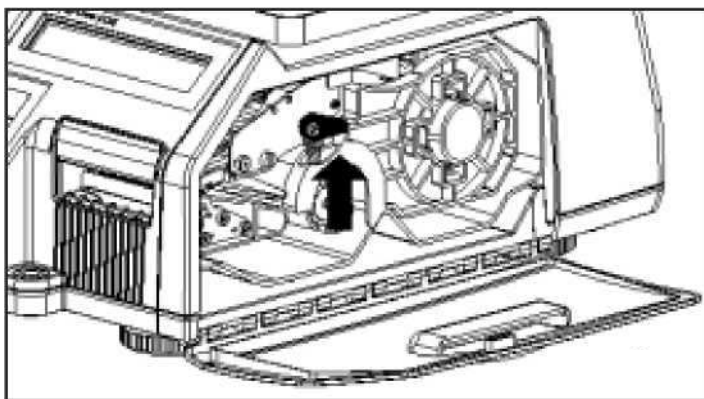

Рисунок 1.15 – Подъем рычага
2. Поднимите рычаг (см. рисунок 1.15).